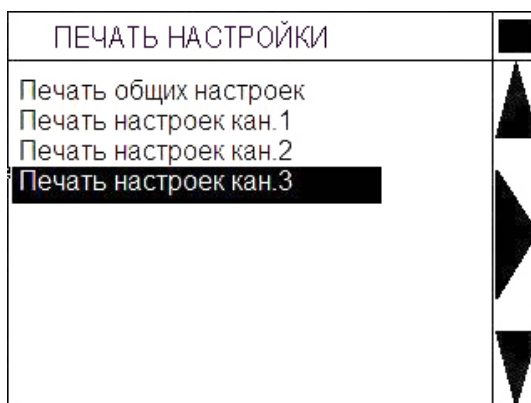

Рис.17 – Меню «Печать настроек»
3.4.6.7.1 Выбор пункта «Печать настройки» из меню «Печать» открывает экран, показанный на рис. 17. Навигация по этому меню аналогична навигации по меню «Печать» п. 3.4.6.3, за исключением того, что активация любого пункта приводит к печати соответствующей настройки.